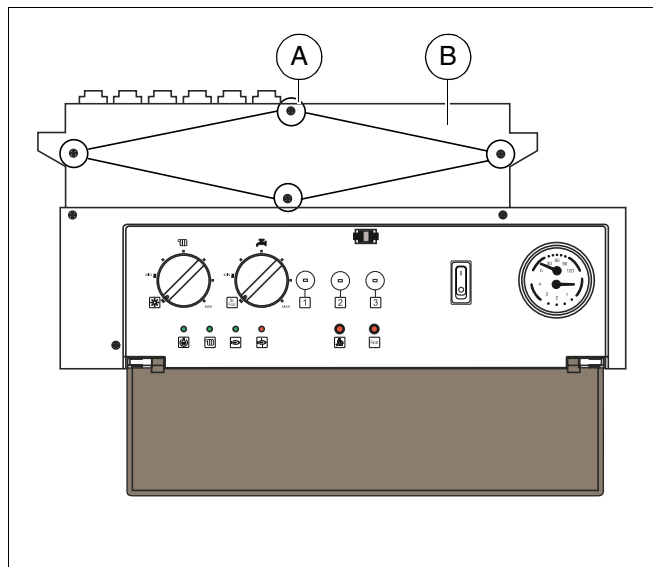

Fig. 40 Stabilire la posizione dei jumper
- Per rendere accessibile la zona di collegamento, svitare le quattro viti (fig. 40, **pos. A**) e rimuovere il rivestimento (fig. 40, **pos. B**).